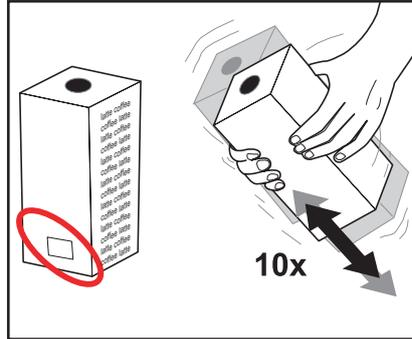

Fig. 2
- Osservare la data di scadenza stampata sul pacchetto (fig. 2).
2. Prima di utilizzare i pacchetti del prodotto nell'apparecchio, agitarle bene almeno 10 volte (fig. 2).